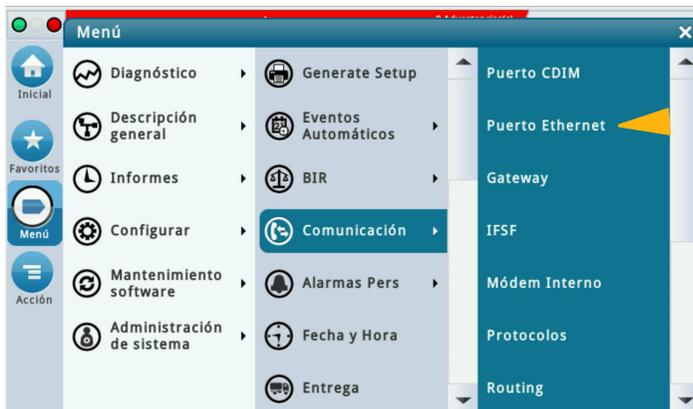

Figura 12. Seleccione la pantalla de configuración del puerto Ethernet
3. Vaya a Menú > Configuración > Comunicación > Puerto Ethernet (véase la Figura 12).